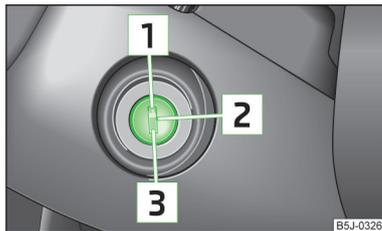

Abb. 102
- Während der Fahrt mit stehendem Motor muss der Zündschlüssel immer in der Stellung **[2]** » Abb. 102 auf Seite 105 (Zündung eingeschaltet) sein. Diese Stellung wird durch das Aufleuchten von Kontrollleuchten angezeigt. Wenn das nicht der Fall ist, könnte es unerwartet zur Verriegelung der Lenkung kommen - es besteht Unfallgefahr!
- Der Anlasser darf nur dann betätigt werden, wenn der Motor und das Fahrzeug steht. Wird der Anlasser bei laufendem Motor betätigt **[3]** » Abb. 102 auf Seite 105, kann der Anlasser bzw. der Motor beschädigt werden.
**Benzinmotoren** » Abb. 102
**Dieselmotoren** » Abb. 102
Wenn die **Lenkung gesperrt ist** und der Schlüssel sich nicht oder nur schwer in die Position **2** » Abb. 102 drehen lässt, dann ist das Lenkrad etwas hin und her zu bewegen - die Lenkungsverriegelung wird dadurch entriegelt.
- Die Zündung einschalten **2** » Abb. 102 auf Seite 105.
» Abb. 102 auf Seite 105.